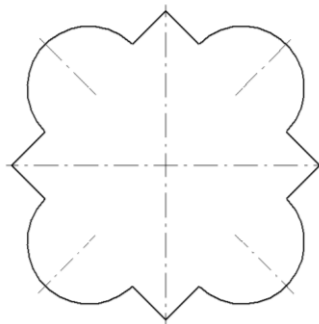

Рис. 54
6. Прочертить осевые линии для дуг (рис.54) поверх вспомогательных линий, используя привязку Точка на кривой. Стереть вспомогательные линии.